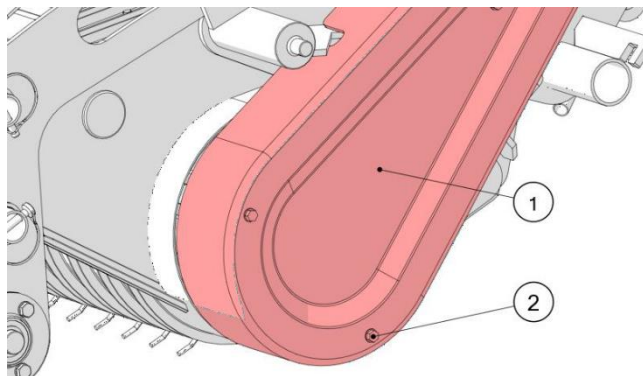

Figura 52. Cubierta izquierda del recogedor
- Como se muestra en la figura 52, retire la cubierta izquierda del recogedor (1) aflojando los tornillos (2);